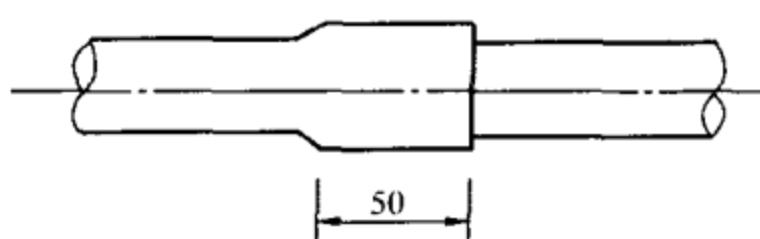

图 2-12 聚氯乙烯管加热套接示意图
(2) 当发现管子烤软了的时候，则一人拿烤好的这一端，另一人拿着管子锉好的另一个端头插入烤软端管口，慢慢转动，并用很小的力量往前推，这样由于聚氯乙烯管的可塑性，所以锉好的一端就很牢固的被包在另一管子的端头里面，如图 2-12 所示。
(3) 两管接口长度大约在 50mm 即可，如果要将它们分开，可左右相反地转动，并向外拉，这样很快就分开了，再要接起来时，只需直接插入就行。